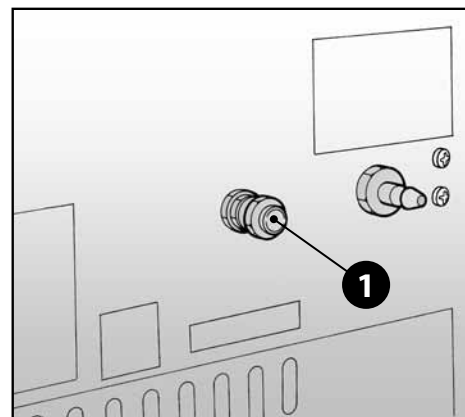

Abb. 1
- Neigen Sie den Deckel zur hinteren Seiten hin (**Abb. 1**).